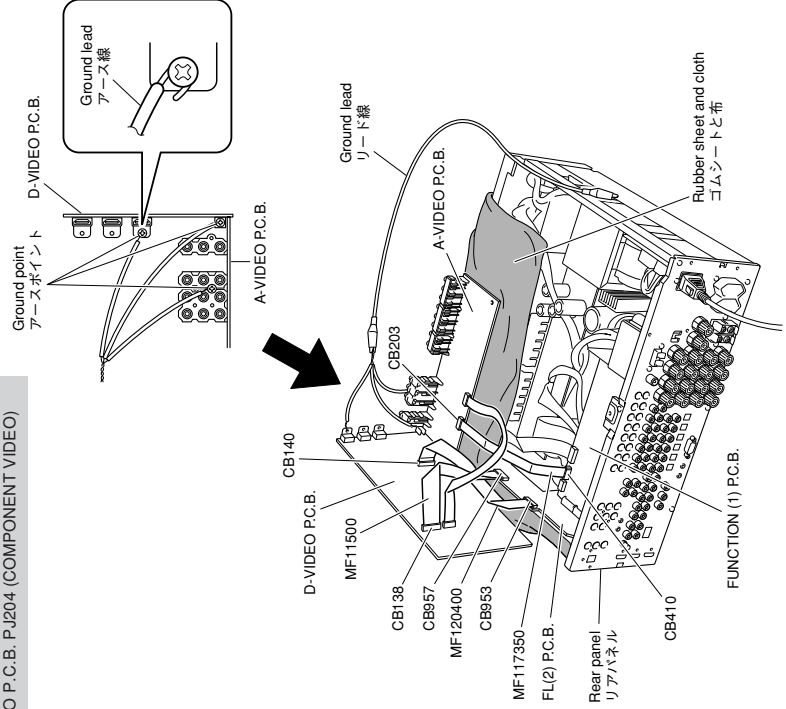

Fig. 6
- Put the rubber sheet and cloth over the equipment. Then place the P.C.B.s upside down on the cloth and check it. (Fig. 6)
- In this unit, the ground of P.C.B.s shown below is connected to the rear panel. When these P.C.B.s are removed from the rear panel, connect the ground point to the rear panel or chassis, using a ground lead wire or such. (Fig. 6)
- 本機の上にゴムシートと布を敷き、その上にP.C.B.を裏返しに置いてチェックします。(Fig. 6)
- 本機ではP.C.B.のアースがリアパネルに接続されています。これらのP.C.B.をリアパネルより取り外した場合は、リード線等アースポイントをリアパネルまたはシャーシに接続してください。(Fig. 6)